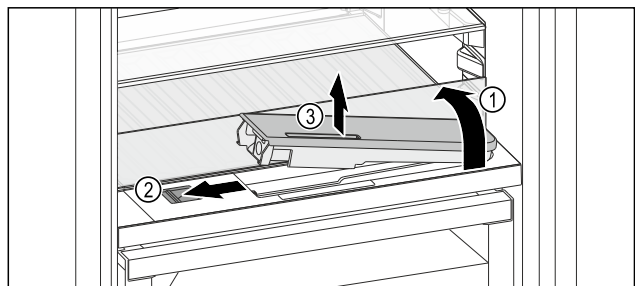

Fig. 221
- ▶ Поднять стеклянную панель и откинуть до упора назад Fig. 221 (1).
- ▶ Сдвиньте ползунок *Fig. 221 (2)* влево.
- ▶ Вынуть бак для воды *Fig. 221 (3)*.